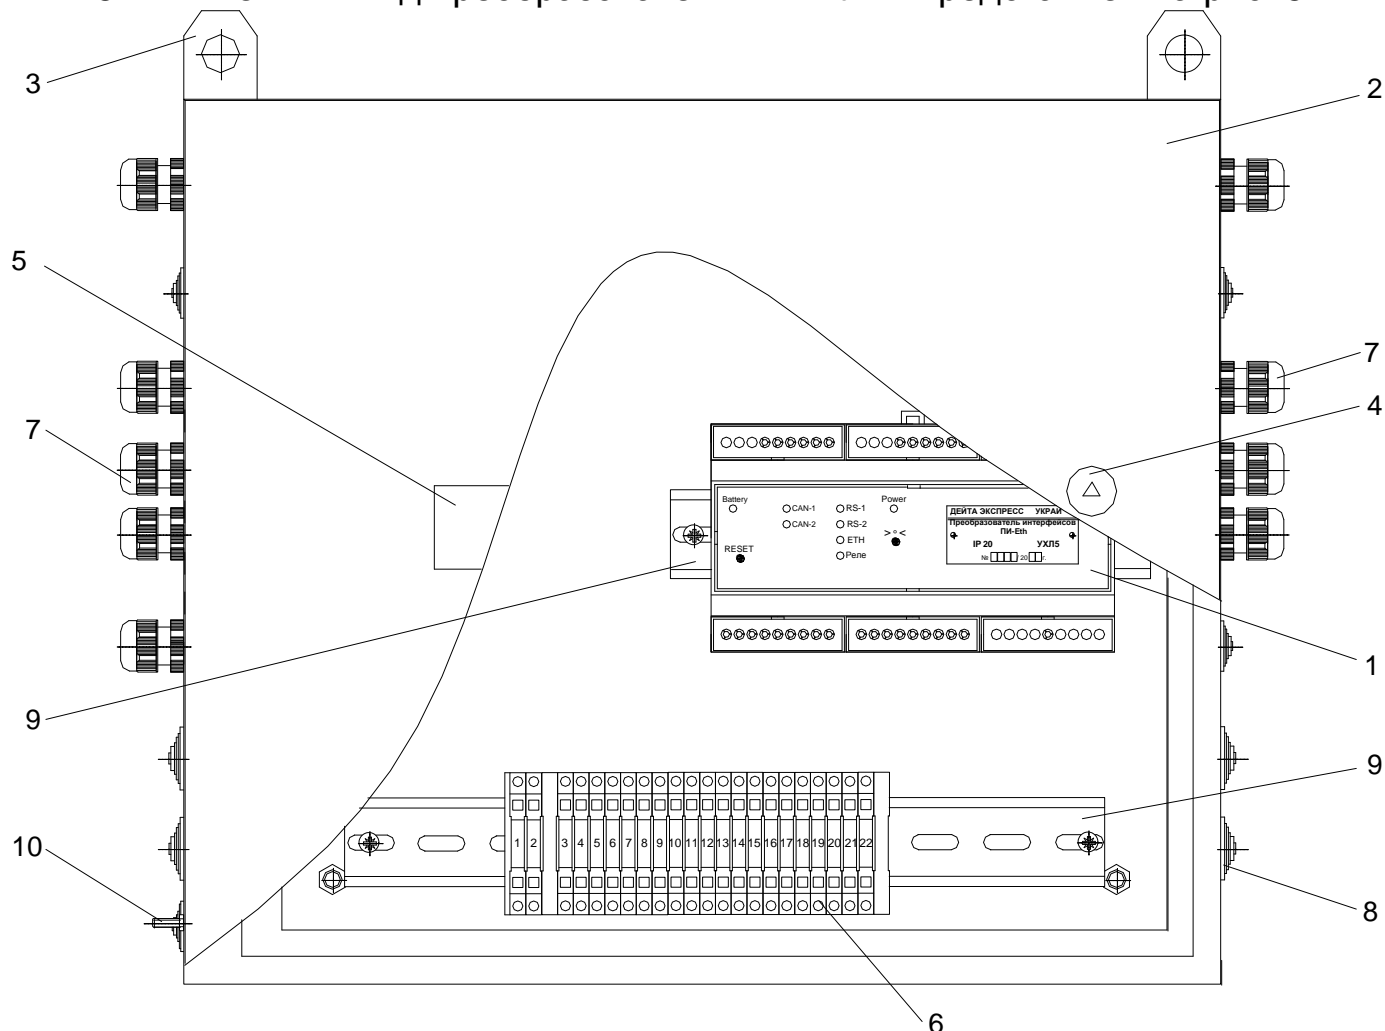

Рис. 3.1 – Преобразователь интерфейсов искробезопасный «ПИ-Eth-И»
3.2 Внешний вид преобразователя ПИ-Eth-И представлен на рис. 3.1.